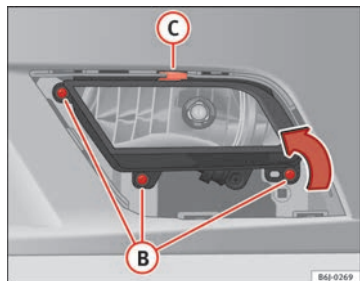

Fig. 167 Projecteur antibrouillard
- Retirez les vis (3x) ⇒ fig. 167 (B) pour retirer le projecteur antibrouillard.
- Retirez l'agrafe métallique située sur la partie supérieure du projecteur antibrouillard vers l'extérieur du véhicule ⇒ fig. 167 (C).